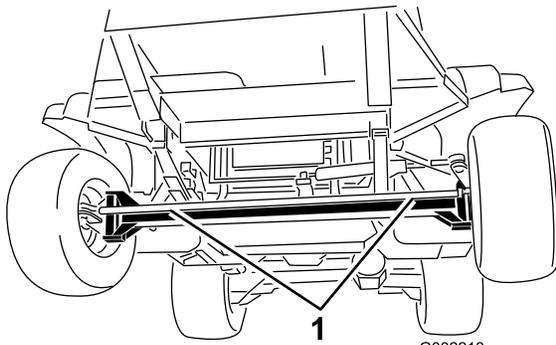

**Figura 27**
1. Gire la válvula de remolcado (Figura 27) 90 grados en cualquier sentido para abrirla.